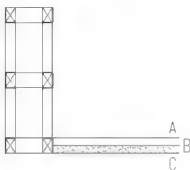
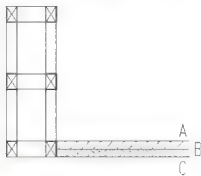
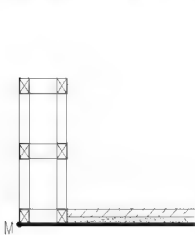
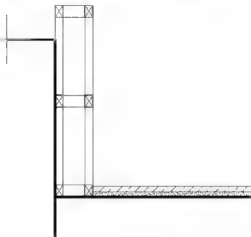

图 5.91 填充找平层
图 5.92 填充面层
图 5.93 加粗垫层的边线
图 5.94 绘制墙体轮廓线 1
⑤ 按 Enter 键返回【图案填充和渐变色】对话框,单击【确定】按钮关闭对话框,结果如图 5.91 所示。
(4) 按 Enter 键重复【图案填充】命令,打开【图案填充和渐变色】对话框,选择【其他预定义】选项卡中的 BRASS 图案。
① 将角度设为“45”,比例设成“10”。
② 单击【图案填充和渐变色】对话框右上角的【选择对象】按钮，选择图 5.91 中的 A 线和 B 线为填充对象，结果如图 5.92 所示。
(5) 选择菜单栏中的【修改】|【对象】|【多段线】命令，启动多段线编辑命令。将图 5.92 中的 C 线（即混凝土垫层的边线）加粗至 7.5mm（出图后的线宽为  $0.5\text{mm} \times \text{比例}(15) = 7.5\text{mm}$ ）并将其延伸至图 5.93 的 M 点处。
(1) 打开【正交】、【对象捕捉】和【对象追踪】功能。单击【绘图】工具栏上的【多段线】图标或在命令行输入“PL”并按 Enter 键，启动【多段线】命令。
(2) 在指定起点：提示下，将光标放在如图 5.93 所示的 M 点，不单击，将光标垂直向下慢慢拖动，待出现一条虚线后，输入“200”并按 Enter 键，表示多段线的起点在 M 点垂直向下 200mm 处。
(3) 在当前线宽为 0.0000，指定下一个点或 [圆弧(A)/半宽(H)/长度(L)/放弃(U)/宽度(W)]：提示下，输入“W”并按 Enter 键，指定要修改线宽。
① 在指定起点宽度 <0.0000>：提示下，输入“7.5”。
② 在指定端点宽度 <0.0000>：提示下，输入“7.5”，表示将多段的线宽由“0”改为“7.5”。打开【正交】功能并将光标垂直向上拖动。
(4) 在指定下一个点或 [圆弧(A)/半宽(H)/长度(L)/放弃(U)/宽度(W)]：提示下，关闭【对象捕捉】功能，将光标垂直向上拖动，输入“660”并按 Enter 键，结果如图 5.94 所示。